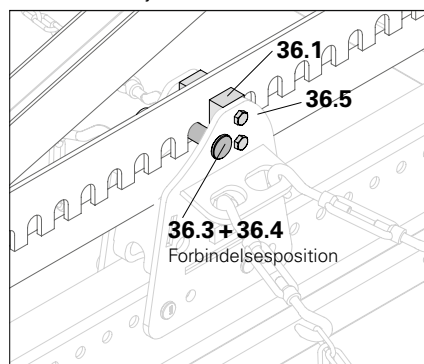

Fig. A10.03b
2. Fastgør klods (36.1) med hver 2 bolte M12 x 30 – 2x. (Fig. A10.03b + A10.03c)
→ Bjælkeholderen og kassetten er forbundet på en sikker måde. (Fig. A10.03b)